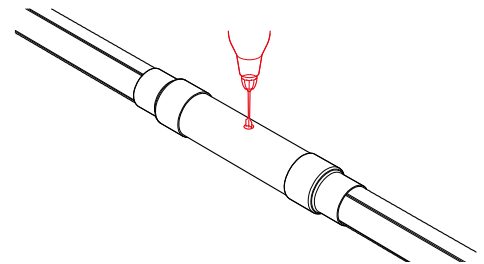

Рис. 4.7.10
10. Перьевым сверлом ( $D = 20$  мм) просверлить отверстие для заливки пенополиуретана (рис. 4.7.10).